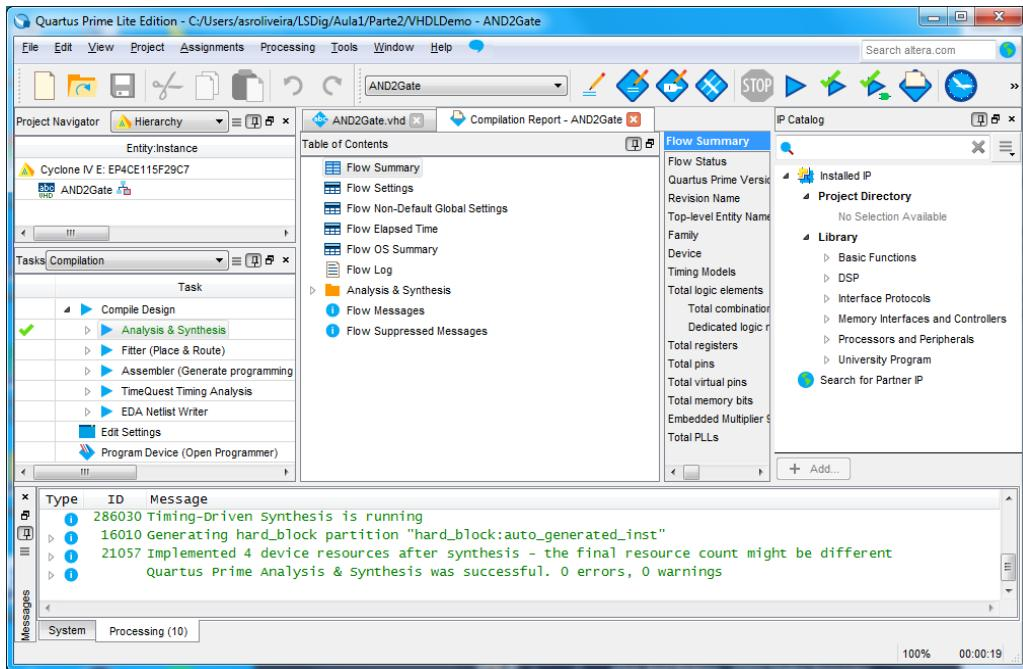

Figura 36 – “Quartus Prime” IDE após a execução da “Analysis &amp; Synthesis”.
**6.** Seguidamente vai ser validado por simulação o comportamento da porta lógica modelada. No entanto, antes de efetuar a simulação, execute a opção “Analysis & Synthesis” para que a correção sintática e estrutura do projeto sejam analisadas. Após a execução da “Analysis & Synthesis” o IDE deve apresentar o aspetto da Figura 36.